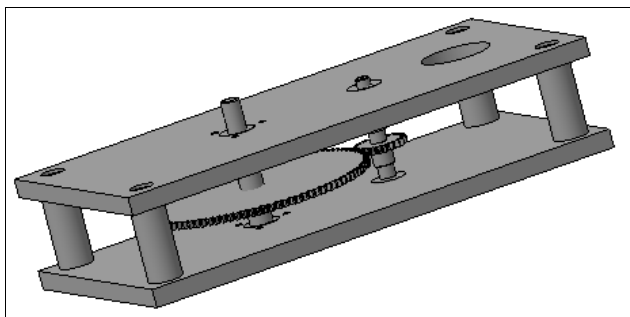

Рис. 21.24. Сборка Редуктор ПР
- ◆ установите Сборку 3 до упора в торцы стоек. У вас должно получиться, как на рис. 21.24. Сохраните сборку под именем Редуктор ПР. Подшипники и крепежные элементы будем устанавливать в уроке 26 и в дополнении к уроку 26.